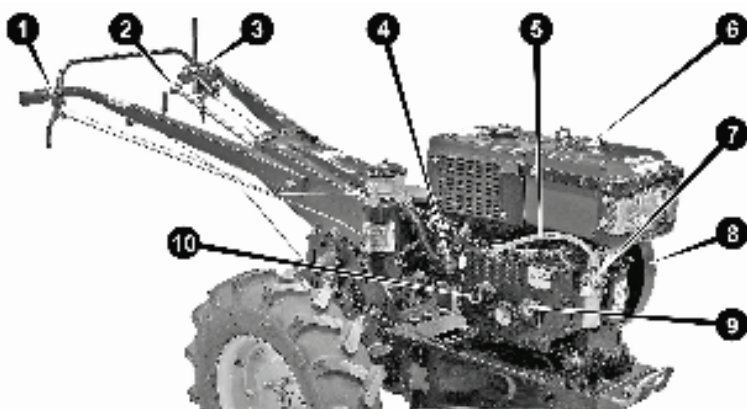

Рисунок 36. – Пробний запуск
3. Встановити важіль зчеплення (3) у положення «ВИМК». Важіль перемикачів передач (2) встановити у нейтральне положення.
4. Перевірити, щоб гайка-баранчик (4) не була затиснута. Встановити важіль ручного газу (1) на максимум (вгору). Відкрити паливний кран (7), переконавшись у відсутності підтікання палива.
5. Дістати з інструментального ящика пускову рукоятку (11) і вставити у спеціальне гніздо (10) на кришці картера двигуна. Рукоятка повинна виступати храповика зафіксуватись на пусковому валу.
6. Щоб створити потрібний тиск палива на форсунці, треба повернути лівою рукою важіль декомпресора (12) у крайнє положення, до упору, а правою плавно обертати рукоятку (11) за годинниковою стрілкою – зробити кілька обертів.
7. Утримуючи декомпресор (12) у повернутому положенні, з прискоренням розкручувати маховик (8), максимально збільшуючи оберти. Коли через 5-7 обертів рукоятки швидкість обертання маховика стане максимальною, зробити посилений ривок рукоятки і одночасно відпустити декомпресор.
8. Відразу як тільки двигун заведеться, повернути рукоятку (11) до інструментального ящика.
9. Через 5-10 секунд після запуску двигуна встановити важіль ручного газу (1) на середні оберти. Для контролю працездатності двигуна достатньо дати йому попрацювати 1-2 хвилини.
11. Щоб заглушити двигун, встановіть важіль ручного газу (1) в мінімальне положення, після цього необхідно відразу закрити паливний кран (7) (див. рис. 36.)